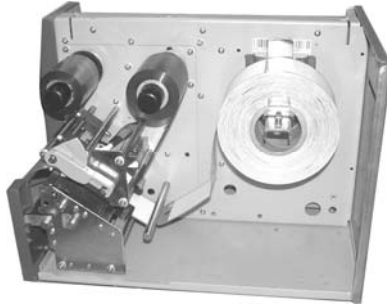

图 2.3.1
- a) 如图 2.3.1，打开打印机的右侧盖；
a) 如图 2.3.1 所示，将色带装入色带发放轴上，按色带宽度使其与色